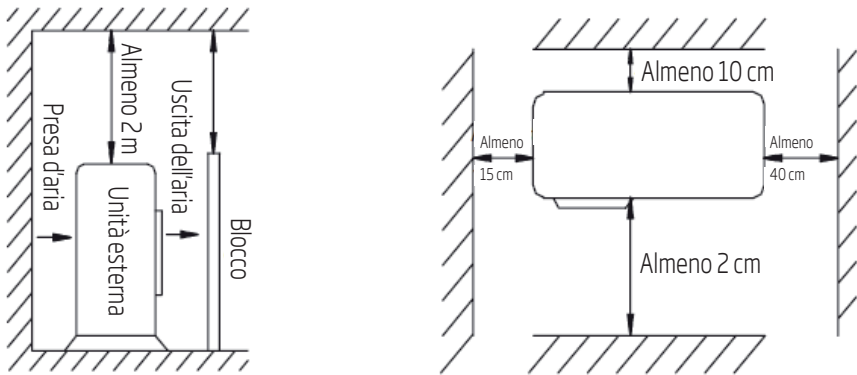

Fig.2
- La distanza di installazione deve corrispondere a quanto illustrato in Fig.2.